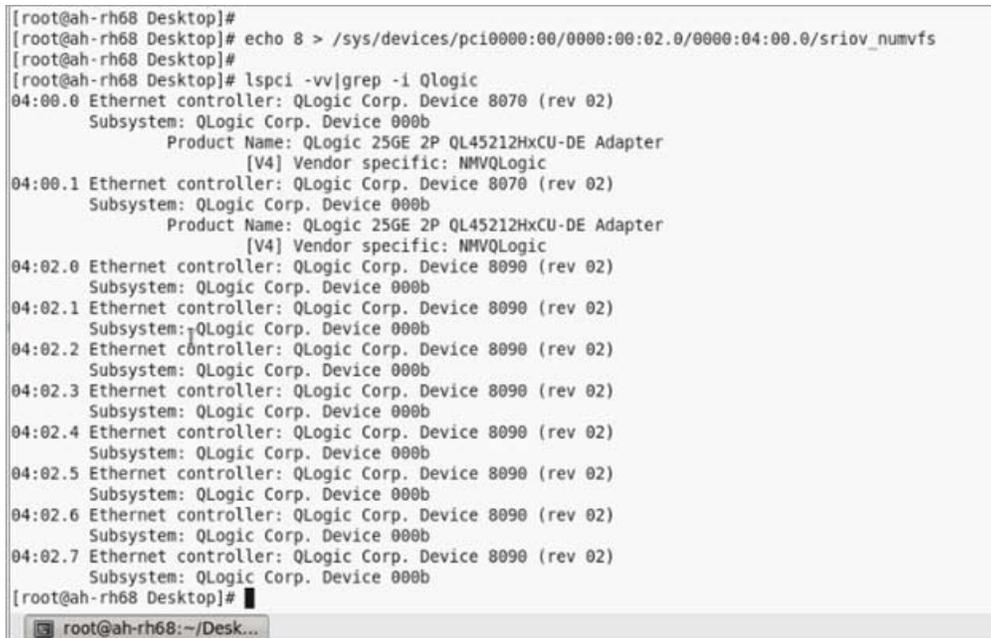

Abbildung 8-11. Befehlsausgabe für sriov_numvfs
- b. Prüfen Sie die Ausgabe des Befehls (Abbildung 8-11), um zu bestätigen, dass die tatsächlichen VFs auf Bus 4, Gerät 2 (vom 0000:00:02.0 Parameter), Funktionen 0 bis 7, erstellt wurden. Beachten Sie, dass die tatsächliche Geräte-ID auf den PFs (8070 in diesem Beispiel) und den VFs (9090 in diesem Beispiel) unterschiedlich ist.